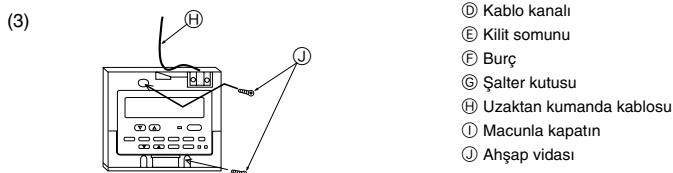

Fig. 6-4
(3) Doğrudan doğuya duvara monte etmek için. (Fig. 6-4)